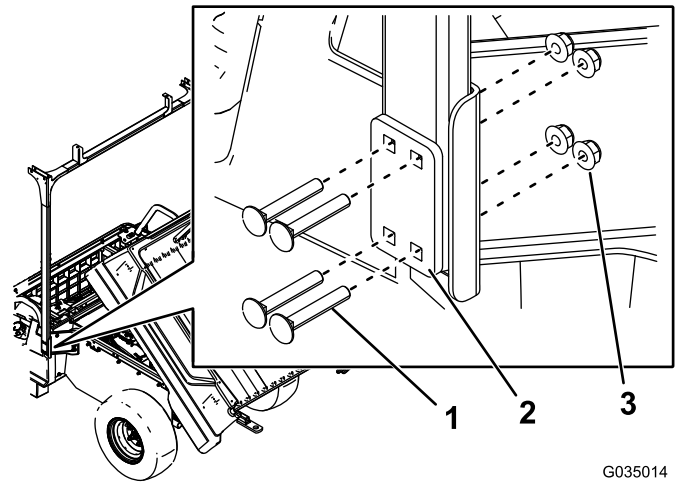

Bild 7
6. Befestigen Sie die hinteren Rohre lose mit acht Schlossschrauben (5/16" x 2"), zwei Befestigungsplatten und acht Mutter (5/16") an den hinteren Schleifenhalterungen, wie in Bild 7 abgebildet.